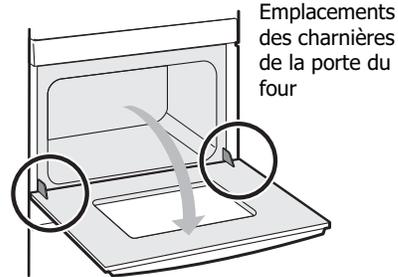

Figure 7 : Emplacement des charnières de la porte
1. Ouvrez complètement la porte du four de façon à ce qu'elle soit parallèle au sol (voir Figure 7).
3. Ouvrez complètement la porte du four, parallèlement au sol (voir Figure 7).